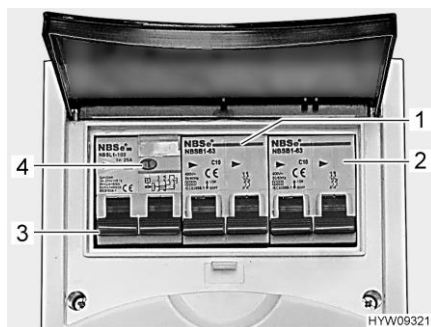

Fig. 106 Disjoncteur de protection de circuit et disjoncteur FI (coffret de fusibles 230 V)
Un disjoncteur différentiel (disjoncteur FI) (Fig. 106,3) dans le coffret de fusibles protège tout le véhicule contre le courant différentiel (30 mA).
Le disjoncteur de protection de circuit connecté en aval (10 A) (Fig. 106,1) protège les prises de courant de 230 V, le bloc électrique, le chargeur supplémentaire et le réfrigérateur.
Sur les véhicules possédant un équipement particulier tel que la climatisation dans le toit, un disjoncteur de protection de circuit supplémentaire (16 A) (Fig. 106,2) protège l'appareil.
- Lorsque le véhicule est raccordé à l'alimentation 230 V, appuyer sur la touche de contrôle (Fig. 106,4). Le disjoncteur différentiel (FI) doit se déclencher.